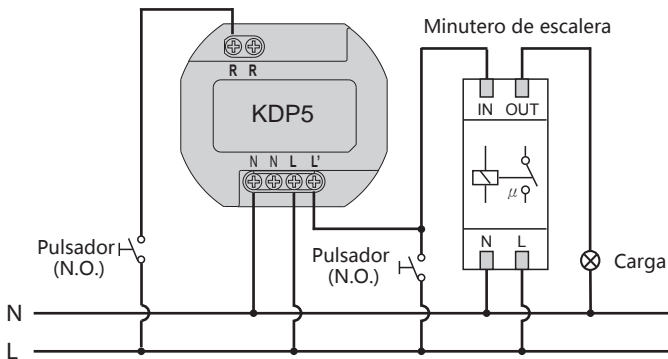
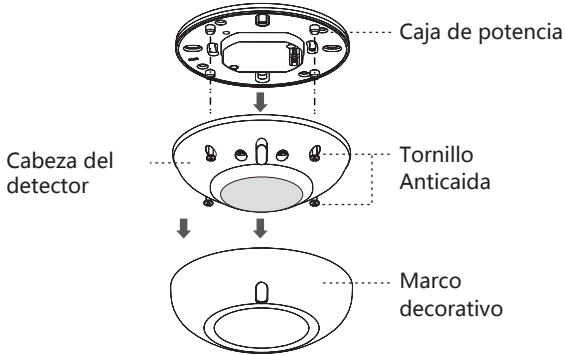

FIG.8
FIG.9
Control de minuterio de escalera (Selector Time en la posición $\sqrt{1s}$, ver FIG.8)
- Retire el marco decorativo del KDP5, separe la cabeza del detector de la caja de potencia desatornillando los 4 tornillos (Ver FIG.9).
- Fije la cebeza del detector a la caja de potencia mediante los 4 tornillos anticaida en sus orificios correspondientes y vuelva a colocar el marco decorativo (Ver FIG.9).
- Consulte la FIG.5 - FIG.8 para realizar el cableado y atornille el KDP3/5 firmemente.
- Consulte los diagramas e conexión para una correcta instalación (Ver FIG.5 - FIG.8). Cuando coloque el palto de fijación del detector, encaje el orificio rectangular del mismo con el resalte del accesorio (Ver FIG.19), luego fije la cabeza del detector en la caja de potencia siguiendo la FIG.9 y fijándola con los 4 tornillos anticaída.